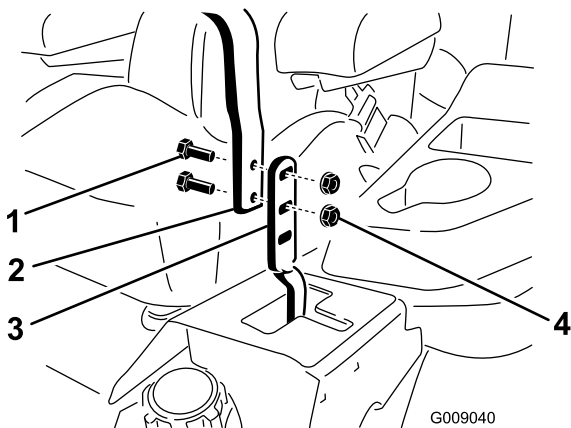

Figura 61
3. Afloje los pernos y las tuercas con arandela prensada de las palancas (Figura 61).